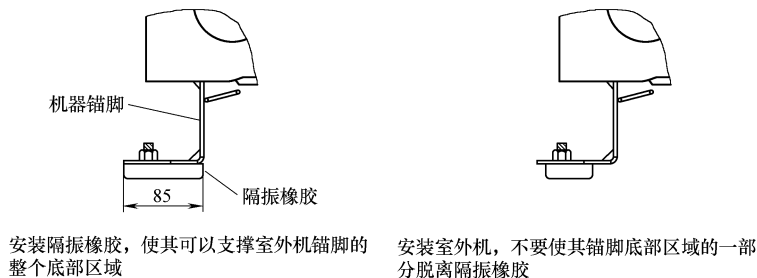

图 3-34 室外机隔振橡胶
3) 隔振橡胶。隔振橡胶必须支撑室外机锚脚的整个底部区域，如图 3-34 所示。